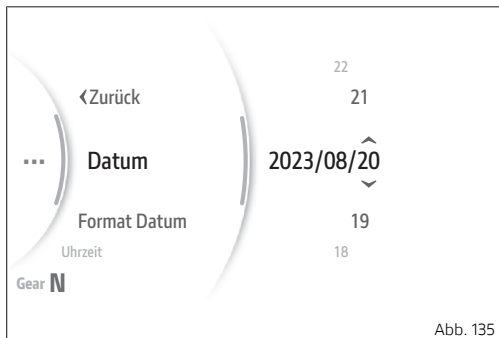

Abb. 135
Die Pfeile und die verfügbaren Werte werden jetzt für den dritten Parameter, im Beispiel den Tag, eingeblendet (Abb. 135 S.148). Über die Tasten (1) und (2) ist das Scrollen und Wählen des gewünschten Werts möglich. Zum Bestätigen auf ENTER (3) drücken.